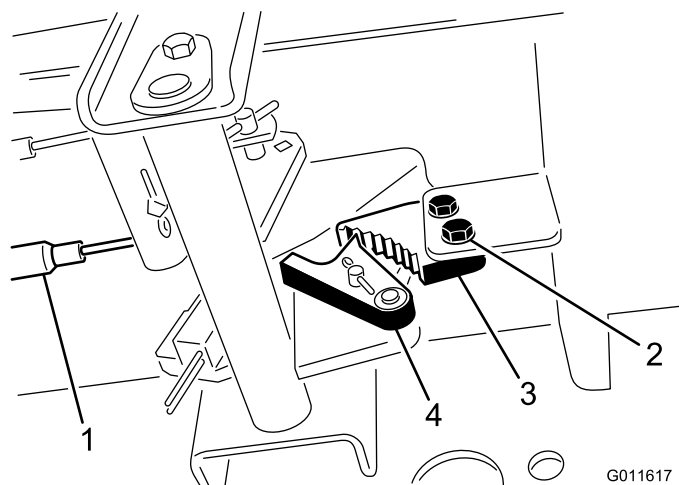

Figure 56
1. Desserrez les 2 vis qui fixent le cliquet du frein de stationnement au châssis (Figure 56).
2. Appuyez sur l'avant de la pédale du frein de stationnement jusqu'à ce que le verrou s'engage complètement sur le cliquet du frein (Figure 56).